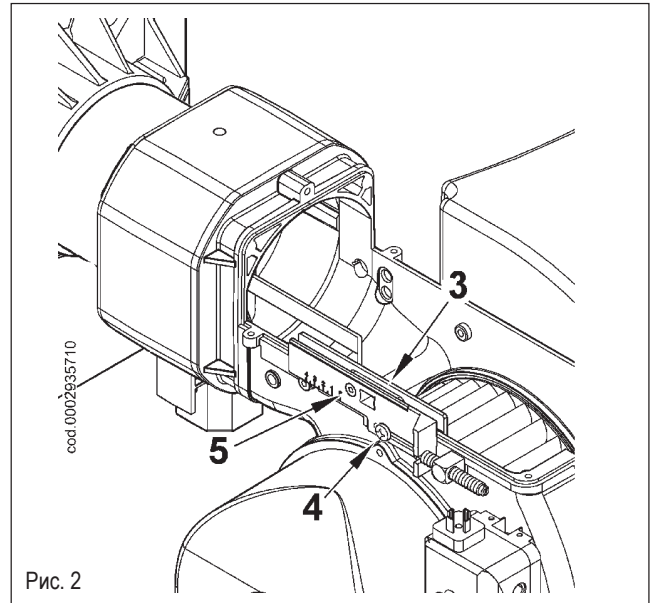

Рис. 2
- Проверьте, чтобы подвижная пластина (3) была закреплена винтом (4). Это позволит после окончания технического обслуживания поместить узел смещения в то же положение, на которое он был ранее отрегулирован. Открутите винт (5), фиксирующий выдвижной шток узла к подвижной пластине (рисунок 2).